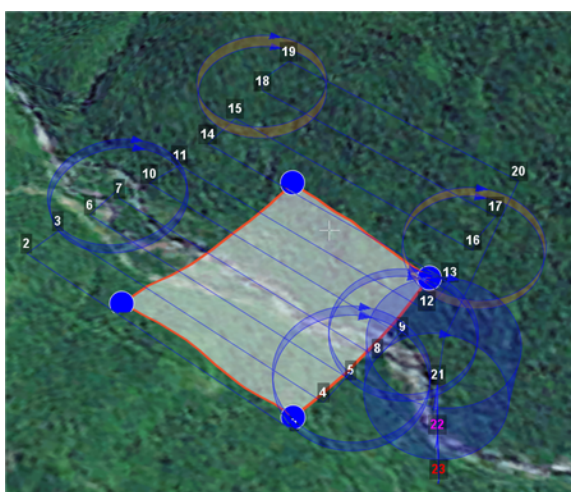

Рис. 43: Добавление вершины
2. Одиночными щелчками мыши задайте угловые точки исследуемого участка местности. Программа автоматически рассчитывает маршрут обхода полигона (рис. 43).